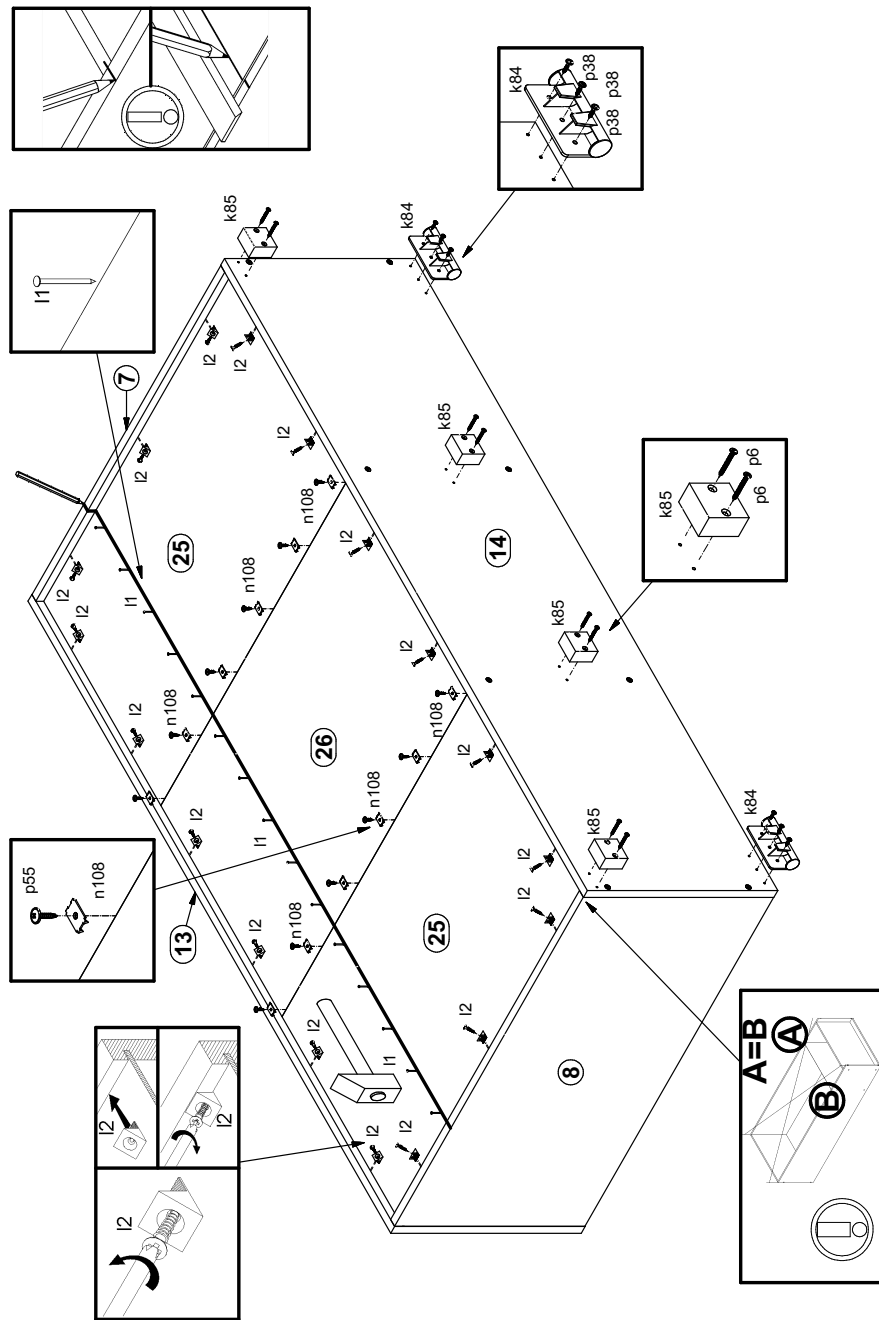

Рисунок 5
15. В отверстия $\varnothing 3$ мм на нижней поверхности щита нижнего **14** закрепить опоры полимерные **k85** шурупами **r6**, а также опоры полимерные **k84** шурупами **r38 (см. рис. 5)**.
16. Выровнять корпус изделия, измеряя рулеткой расстояние между противоположными углами по диагонали. Расстояния должны быть равными **(см. рис. 5)**
17. Закрепить стенки задние **25, 26** на корпусе изделия гвоздями **l1** с шагом 80-120 мм, элементами крепления задней стенки **l2**, а также пластинами **n108** с шурупами **p55 (см. рис. 5)**.